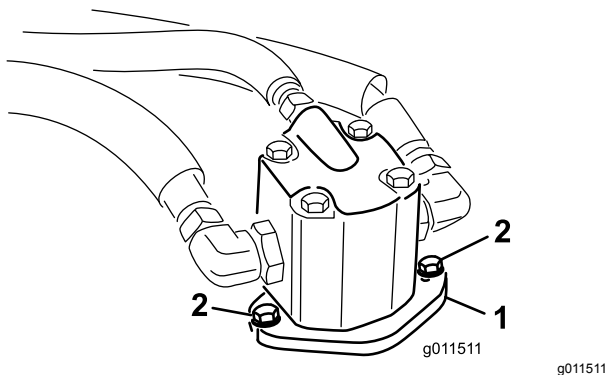

Bild 103
4. Entfernen Sie die Schrauben, mit denen der Hydraulikmotor am Mähwerk befestigt ist (Bild 103).